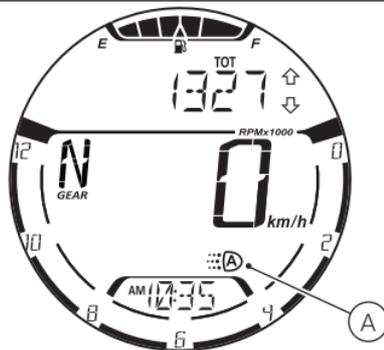

図 19
左側スイッチにあるボタン (5) を使用すると、DRL が“MANUAL”に設定されて消灯します。もう一度ボタン (5) を押すと、DRL が点灯して“AUTO”に設定されます。DRL が“AUTO”に設定されている時は、ディスプレイにマーク (A、図 19) が表示されます。(図 19)
た場合はDRLが自動的に消灯し、ロービームランプが点灯します。一方、インストルメントパネルが外光の強い状況(DAY)を検出した場合は、DRLが点灯し続け、ロービームランプが消灯したままになります。このモードでは、インストルメントパネルが検出した外光の明るさに応じて、DRLとロービームを自動的に切り替えます。ディスプレイにはマーク(A、図19)が表示されます。